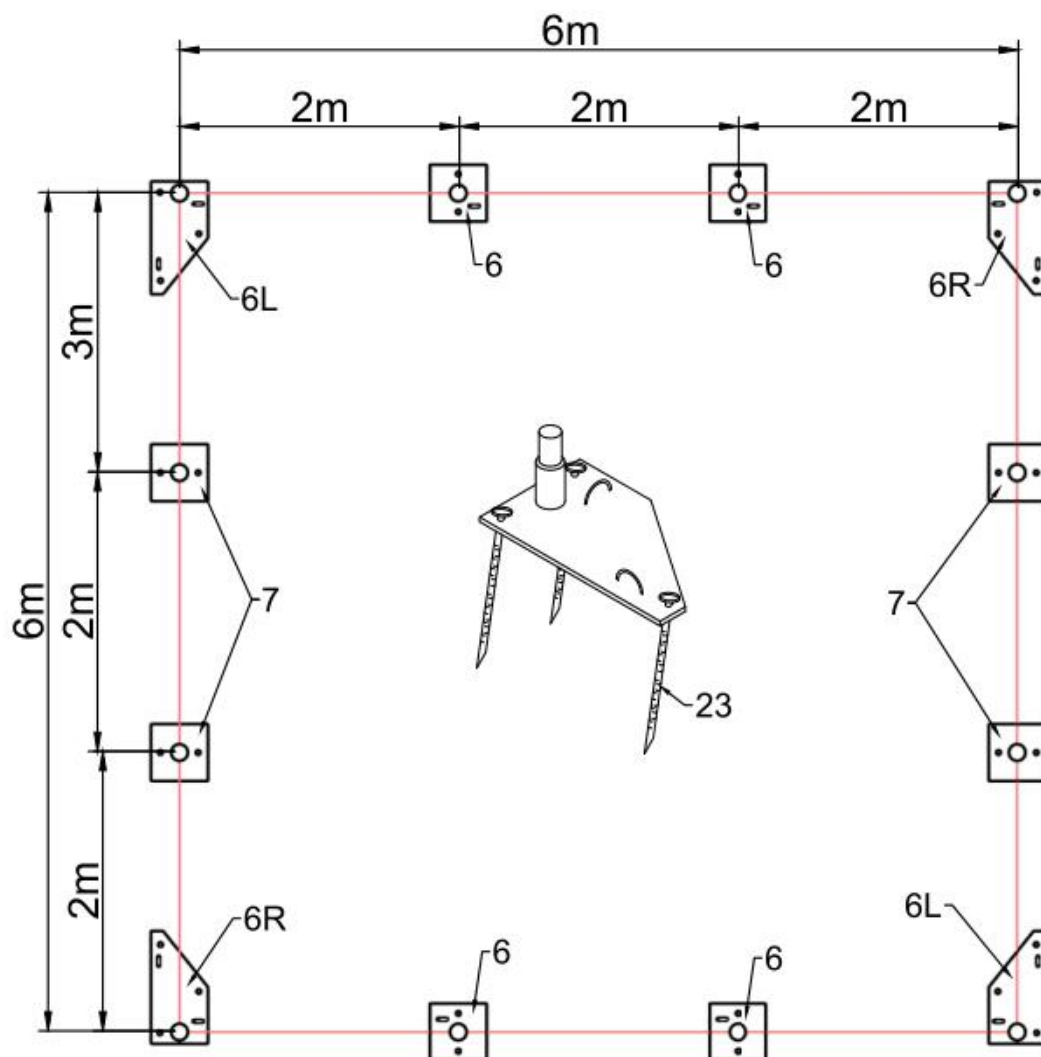

Figure 2
1. Veuillez vous reporter au schéma (figure 2) pour placer les plaques de base (no 6/6L/6R/7). La mesure se prend du centre au centre des tubes sur les plaques de base. Reportez-vous au schéma ci-dessus et confirmez l'emplacement des plaques de base.
2. Comme le montre la figure 2, chaque plaque de base est équipée de 3 piquets d'ancrage (no 23). Il y a trois trous sur les plaques pour les piquets d'ancrage (no 23).